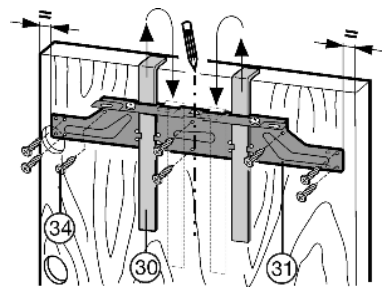

Fig. 22
- ▶ Sospendere la traversa di fissaggio Fig. 22 (31) servendosi degli attrezzi di montaggio Fig. 22 (30) sul lato interno dell'anta del mobile.
- ▶ Centrare la traversa di fissaggio Fig. 22 (31): disegnare sull'anta del mobile una lineetta al centro dell'anta e farvi coincidere la punta della freccia della traversa.
- ▶ Fissare la traversa di fissaggio Fig. 22 (31) con almeno 6 viti Fig. 22 (34).
- ▶ Fissare la traversa di fissaggio Fig. 22 (31) con 4 viti Fig. 22 (34) sul bordo.
- ▶ Estrarre gli attrezzi di montaggio Fig. 22 (30) verso l'alto e inserirli capovolti nelle aperture adiacenti.